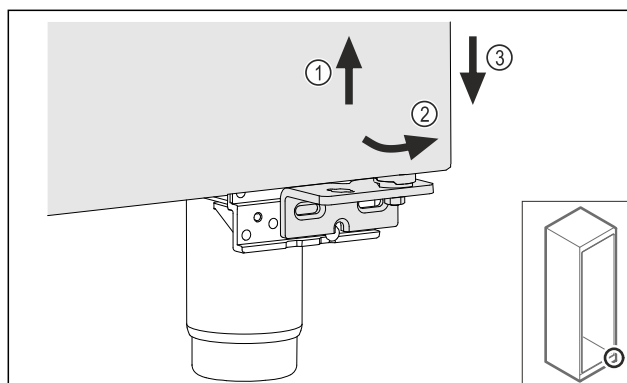

Fig. 19
- ▶ Løft døren en smule Fig. 19 (1), vip den fremad forinden Fig. 19 (2), og sænk den Fig. 19 (3).